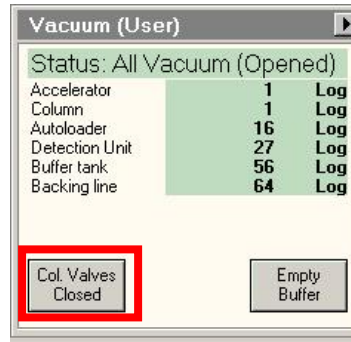

图 6
1. 开阀：Load 样品后（即 Load 为黄色），打开 col. Valves closed 阀门，即点击 Column valves closed，打开后为灰色（见图 6）。